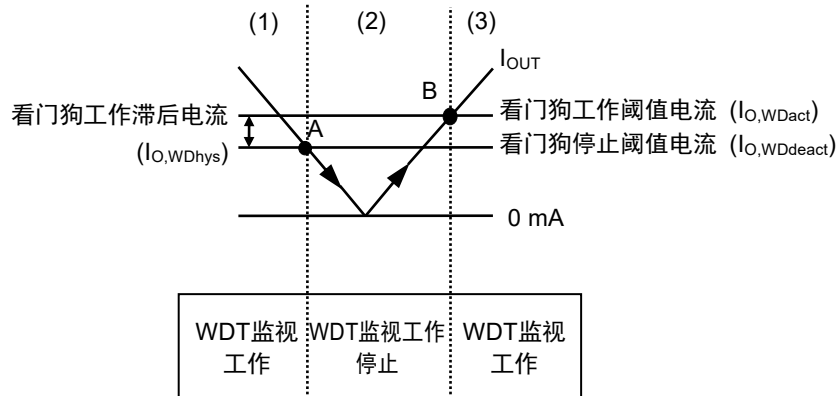

图46 自律看门狗工作功能
- (1) 稳压器的 I_{OUT} 大于或等于看门狗工作阈值电流 ($I_{O,WDact}$)，并且WADJ端子电压 (V_{WADJ}) 高于基准电压 (V_{ref}) 时，比较器 (C1) 的输出变为 "H"。此时，看门狗定时器进行监视工作。
- (2) 当 I_{OUT} 降低到小于或等于看门狗停止阈值电流 ($I_{O,WDdeact}$) (图46的A点) 时， V_{WADJ} 也降低到小于或等于 V_{ref} ，C1的输出变为 "L"。此时，看门狗定时器停止监视工作。即使 I_{OUT} 上升，在未达到 $I_{O,WDact}$ 时，看门狗定时器保持停止监视工作的状态。
- (3) I_{OUT} 再继续上升，达到大于或等于 $I_{O,WDact}$ (图46的B点) 时， V_{WADJ} 也上升到大于或等于 V_{ref} ，C1的输出变为 "H"，看门狗定时器开始监视工作。